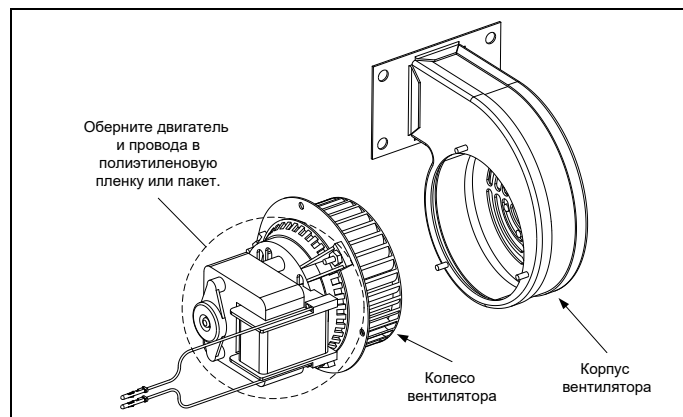

Рис. 3
3. Заверните двигатель в полиэтиленовую пленку, чтобы в него не попала вода. Распылите обезжиривающее или чистящее средство на колесо вентилятора и его корпус. Дайте впитаться в течение пяти минут. Сполосните колесо и корпус горячей водой из-под крана и просушите чистой тканью. (См. рис. 3)